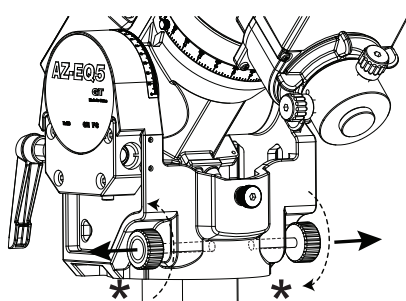

Fig. 1.2a
1. Desserrez les 2 vis de réglage fin en azimut situées à l'avant de la monture, jusqu'à ménager suffisamment d'espace entre les vis pour y passer l'ergot (Fig. 1.2a).